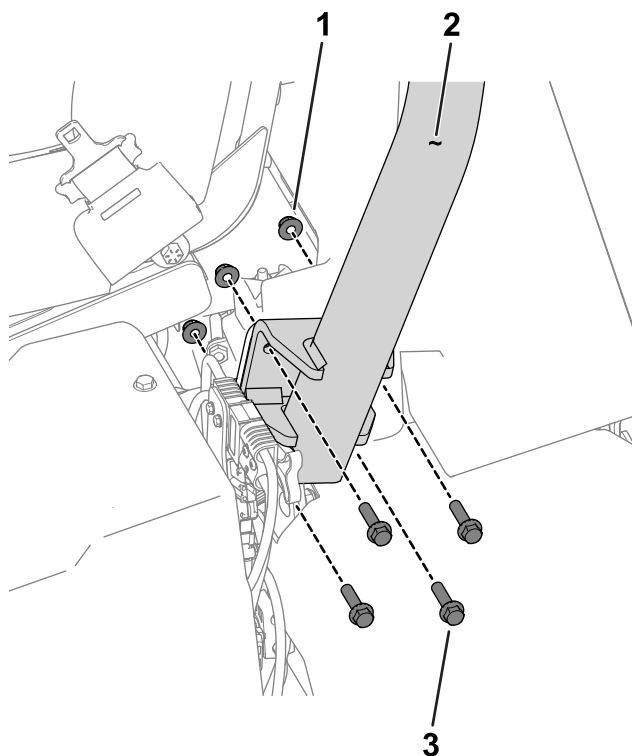

Bild 3
3. Verwenden Sie 8 Sechskantschrauben ($\frac{3}{8}$ " x $1\frac{1}{2}$ ") und 8 Muttern ($\frac{3}{8}$ "), um den Überrollbügel an den Überrollbügelhalterungen auf jeder Seite der Maschine zu befestigen (Bild 3).